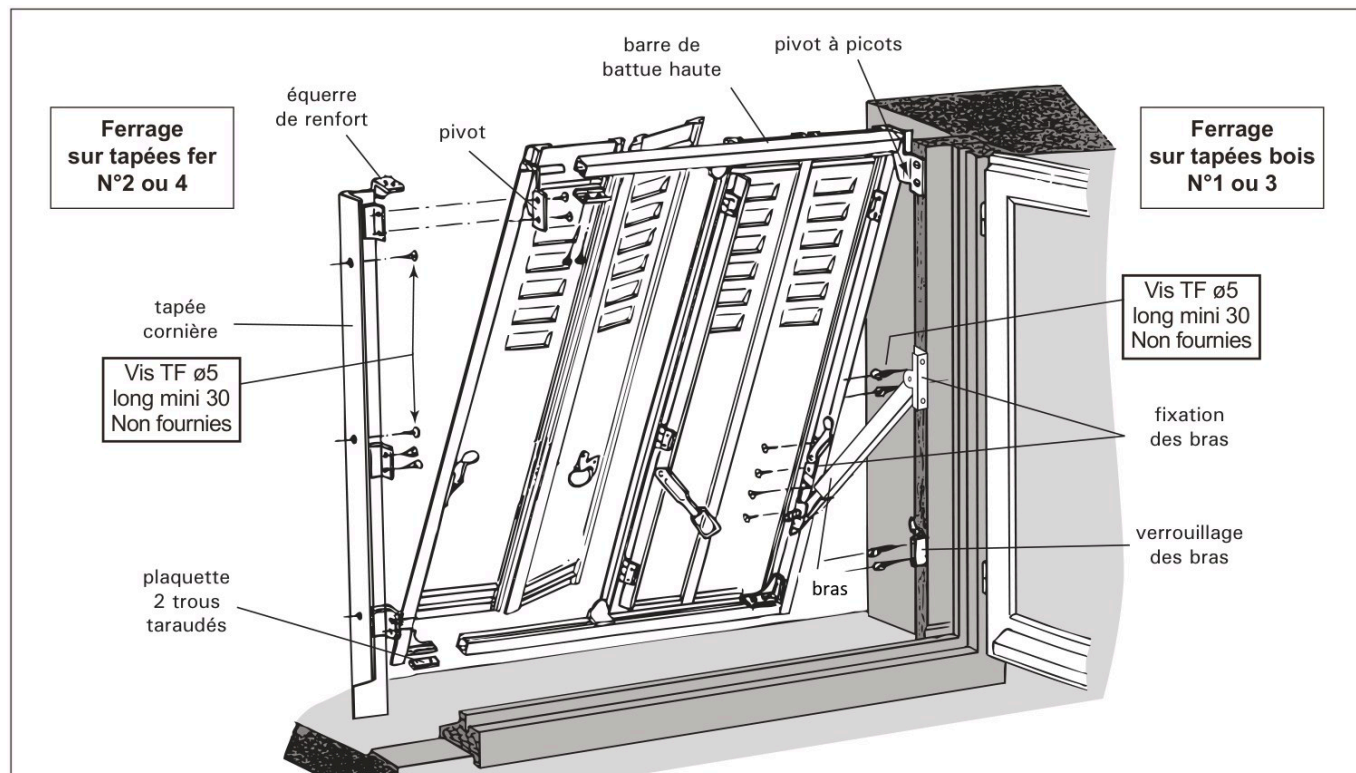
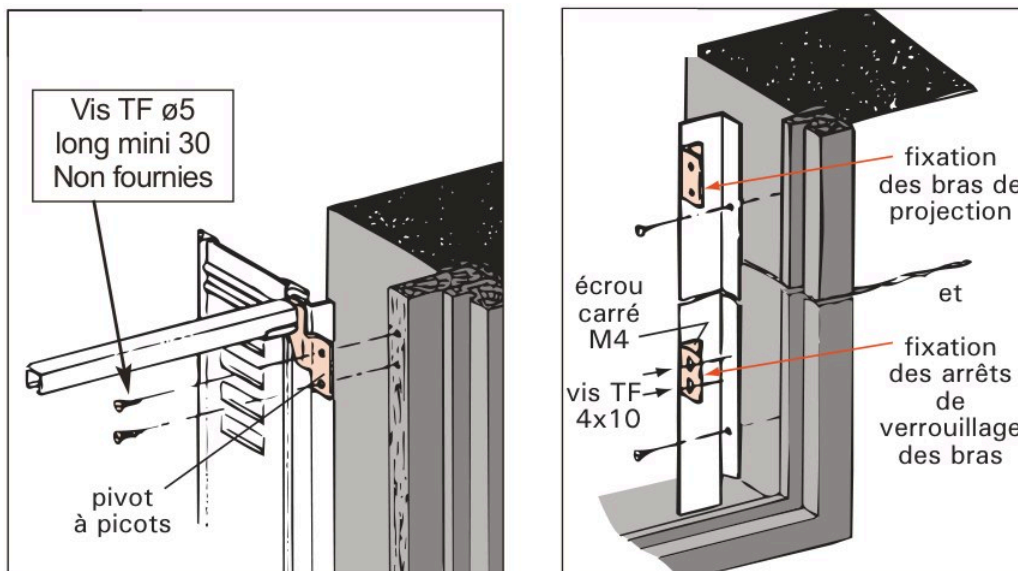
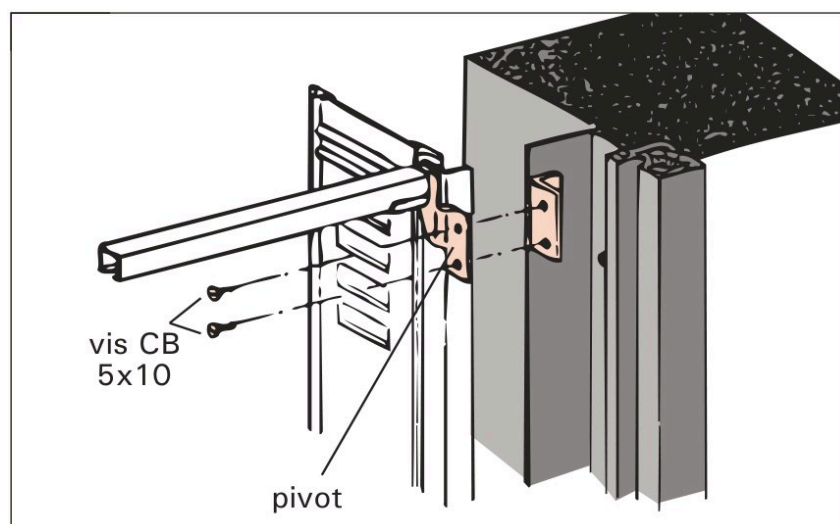
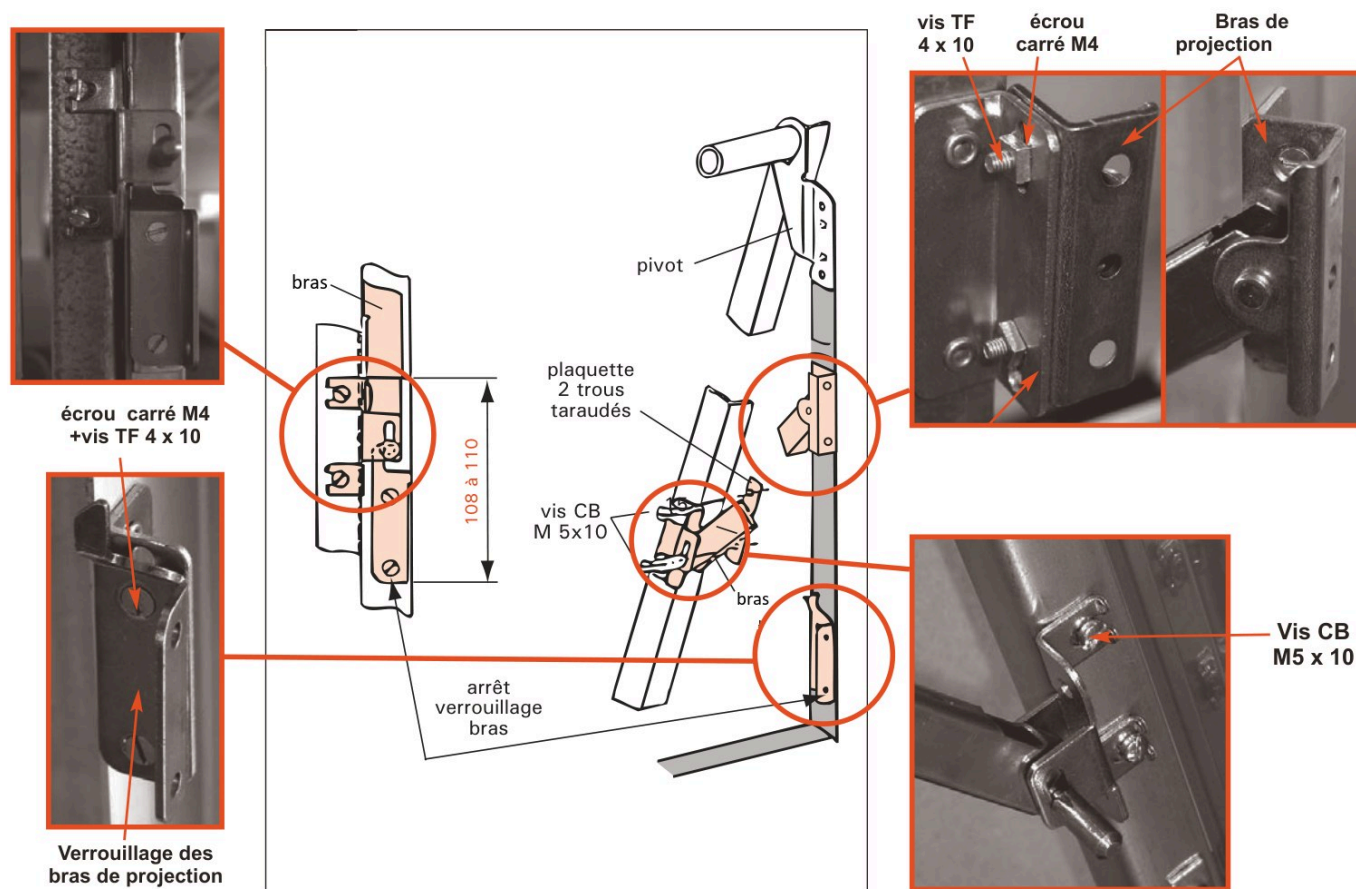

Figure 15 — La persienne à projection : à gauche la pose sur tapées métalliques, à droite la pose sur tapées bois
Figure 17 — À gauche, le pivot à picots dans la tapée bois ; à droite, la tapée métallique et les fixations des bras
Figure 18 — Le cadre de projection vissé sur la tapée métallique
Figure 20 — Les bras de projection et leurs arrêts de verrouillage : la cote de 108 à 110 mm
- **Sur tapées bois existantes** : placez le haut du pivot à **10 mm environ** du linteau, puis enfoncez ses picots dans la tapée bois d'un coup de marteau : il tient en place le temps de le visser (vis TF ø5, longueur mini 30, non fournies). Faites de même pour l'autre pivot, en vous assurant que la traverse haute est de niveau (figure 17, à gauche).
- **Sur tapées métalliques fournies** : présentez les tapées (les cornières) contre les tableaux, le plus près possible de la menuiserie, puis fixez-les en laissant un jeu de **10 mm** sous le linteau (vis TF ø5, longueur mini 30, non fournies : figure 15). Contrôlez le niveau entre les deux cornières (figure 17, à droite). Vissez ensuite l'ensemble persienne et cadre de projection sur les tapées, avec des vis CB 5x10 (figure 18).
Fixez les bras de projection sur les tapées et sur le cadre de la persienne. Fixez les arrêts de verrouillage des bras sur les tapées, en respectant la cote de **108 à 110 mm** pour la position de ces arrêts : elle est tracée sur la figure 20. Sur les tapées métalliques : écrou carré M4 et vis TF 4x10 ; sur les tapées bois : vis TF ø5, longueur mini 30, non fournies (figure 15) ; sur le cadre de la persienne : vis CB M5x10.